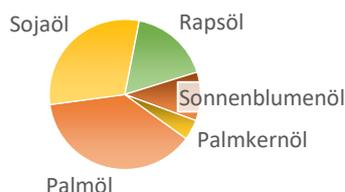

Abb.1: Die fünf weltweit am meisten produzierten Pflanzenöle (FAO 2014)
**Pflanzenöl** wird aus **Samen** oder **Früchten** ölhaltiger Pflanzen gewonnen. Ihr kennt sicher **Sonnenblumen-, Raps- und Olivenöl**. Daneben gibt es Soja- und Maiskeimöl sowie das aus den Tropen stammende Kokos-, Palm- und Palmkernöl und einige weitere Sorten. Manche sind sehr teuer und werden hauptsächlich als Feinschmeckeröle verwendet (z.B. Walnussöl), andere werden in großen Mengen produziert (siehe Abbildung 1). In Deutschland werden an Ölsaaten hauptsächlich Raps, Soja und Sonnenblumen angebaut. Pflanzenöle werden nicht nur direkt als Speiseöle verwendet, sondern zu Margarine